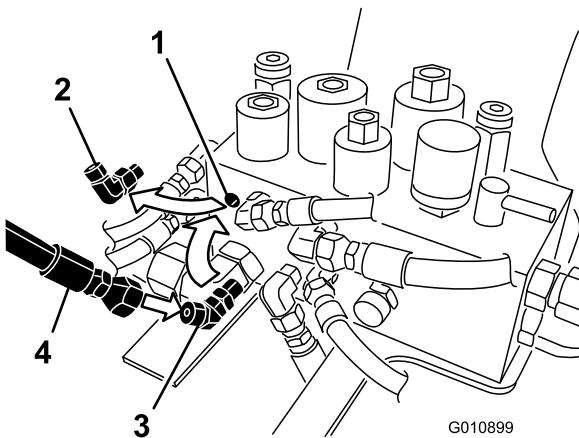

Figura 3
3. Desconecte la manguera del acoplamiento de 90° en el orificio L1B del colector hidráulico (Figura 3). Observe el ángulo de orientación del acoplamiento.
4. Retire el acoplamiento de 90° del colector hidráulico y sustitúyalo con el acoplamiento de 45° (Figura 3). Coloque el acoplamiento aproximadamente en la misma orientación que el acoplamiento anterior.
5. Conecte la manguera al acoplamiento de 45° (Figura 3).